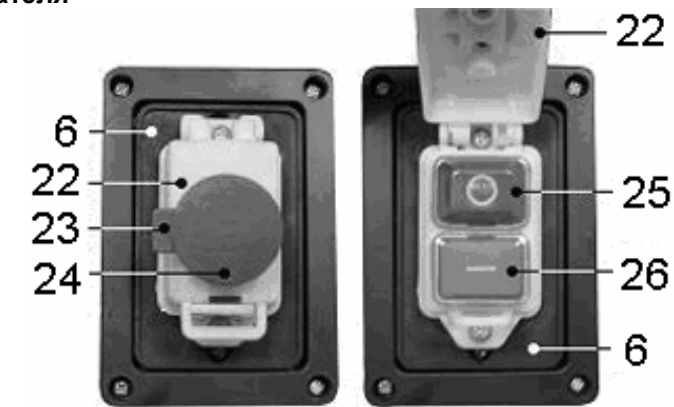

Рис.8
**ВНИМАНИЕ:** Перед включением вилки шнура питания пылесоса в розетку электросети всегда нужно удостовериться, что магнитный пускатель (6), Рис.8, находится в исправном состоянии.